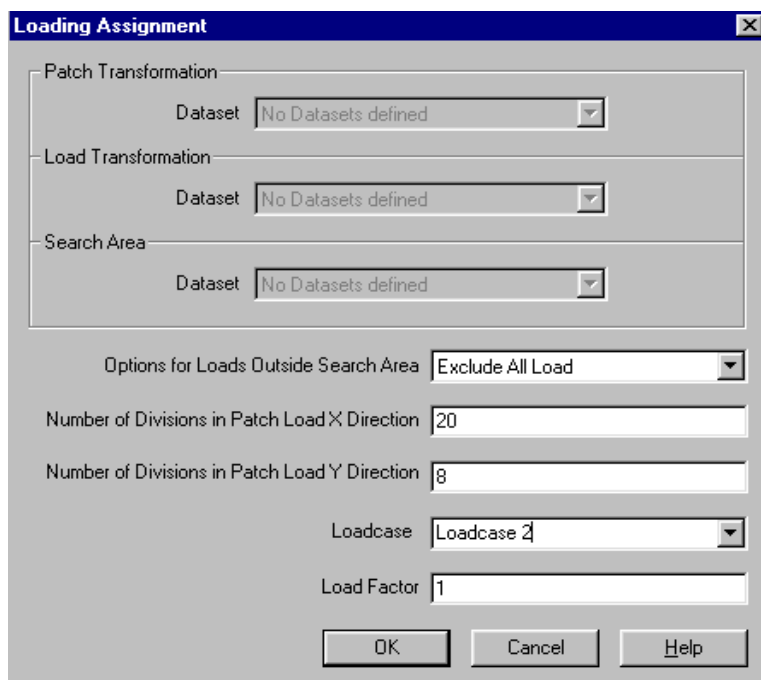

Fig. 36
- în caseta de dialog care apare pe ecran alegeți pentru reprezentarea încărcării **20** diviziuni pe direcția axei locale X și **8** diviziuni pe direcția axei locale Y; vă asigurați că încărcarea este atribuită punctului în cazul 2 de încărcare (**Loadcase 2**) și cu factorul **1** de multiplicare (fig. 36)